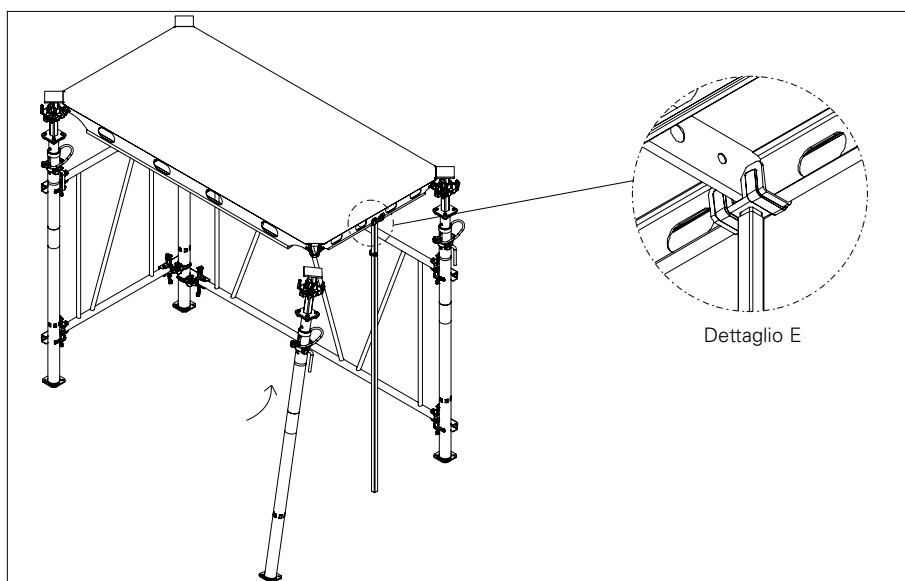

Fig. A5.04
8. Mentre l'ausilio per cassaforma sostiene, collegare il quarto puntello all'angolo del pannello. (Fig. A5.04)